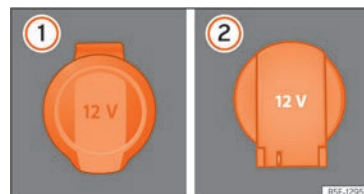

Fig. 150 Toma de corriente de 12 voltios: ① en el interior del reposabrazos delantero, ② en el maletero.
- Eleve la tapa de la toma de corriente »» fig. 150 ①.
- Eleve la tapa de la toma de corriente »» fig. 150 ②.